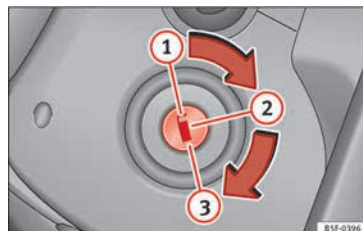

Fig. 185 Posiciones de la llave de contacto.
»» **fig. 185.**
- Extraiga la llave de encendido en la posición ① »» **fig. 185** »» ⚠.